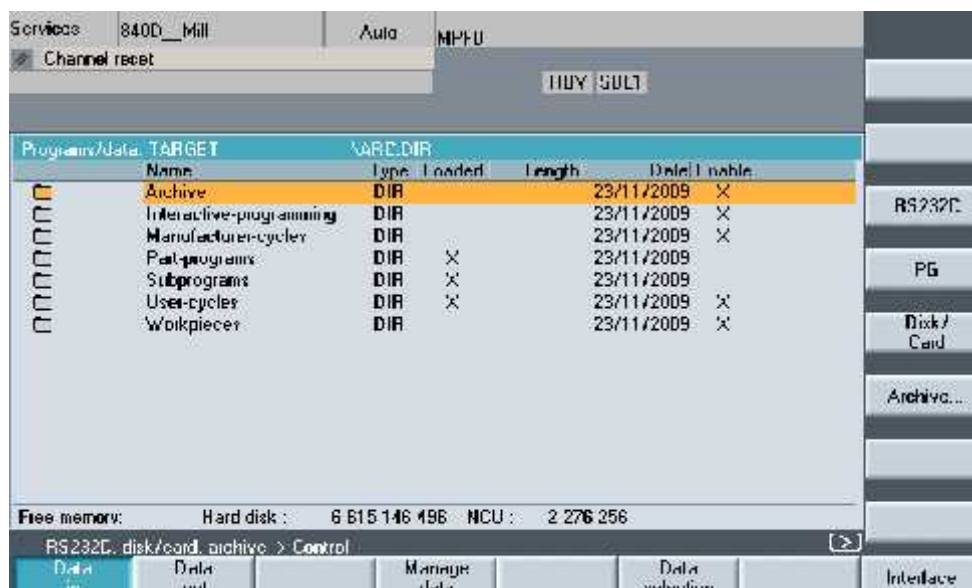

Рисунок 2.7 – Окно рабочей зоны СЕРВИС
– имя.CLP – все файлы и типы директорий могут быть созданы и сохранены здесь. Окно рабочей зоны СЕРВИС приведено на рис. 2.7.